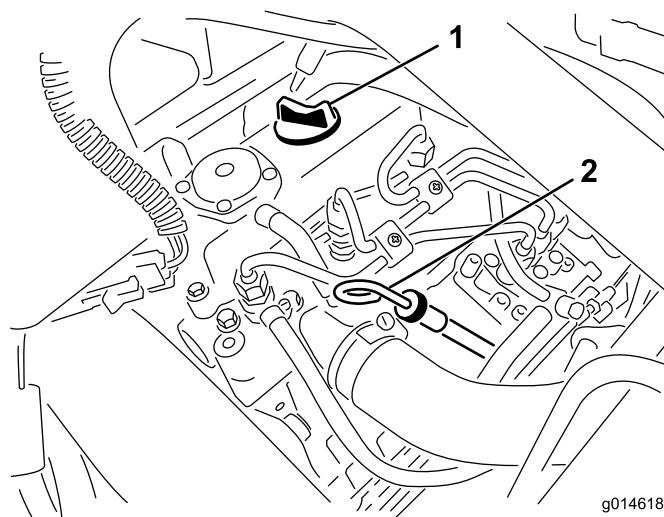

図 25
2. ディップスティックを抜き、ウェスで一度きれいに拭く(図 25)。ディップスティックを、首の根元までもう一度しっかりと差し込む。首から引き抜いて油量を点検する。油量が足りなければ、バルブ・カバーについている補給口のキャップを取り、ディップスティックの FULLマークまで **ゆっくり** と 補給する。補給するときは、ディップスティックで確認しながら少量ずつ入れてください。**入れすぎないこと。**